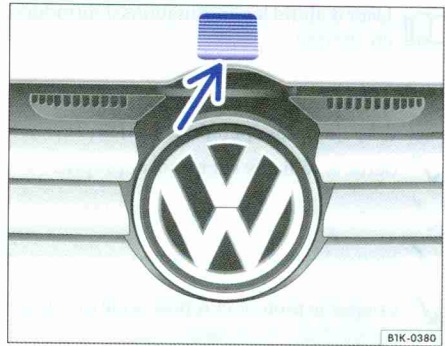

Fig. 158 Levier de déverrouillage permettant d'ouvrir le capot-moteur dans la grille de calandre.
- Soulevez le capot-moteur par le levier de déverrouillage ⇒ fig. 158 (flèche) et ouvrez-le complètement. Le capot-moteur est maintenu à l'aide du vérin pneumatique.